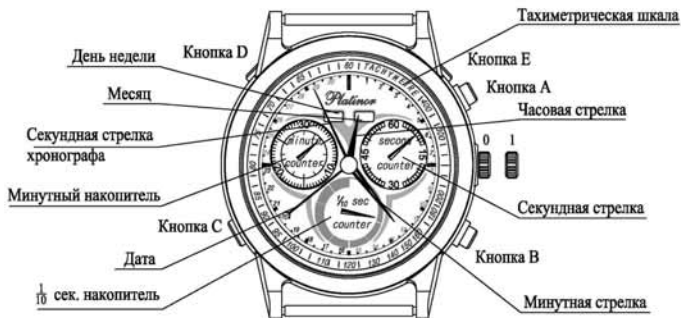

Рис. 4
- Выдвинуть заводную головку в положение 1 (здесь и далее – рис. 4).